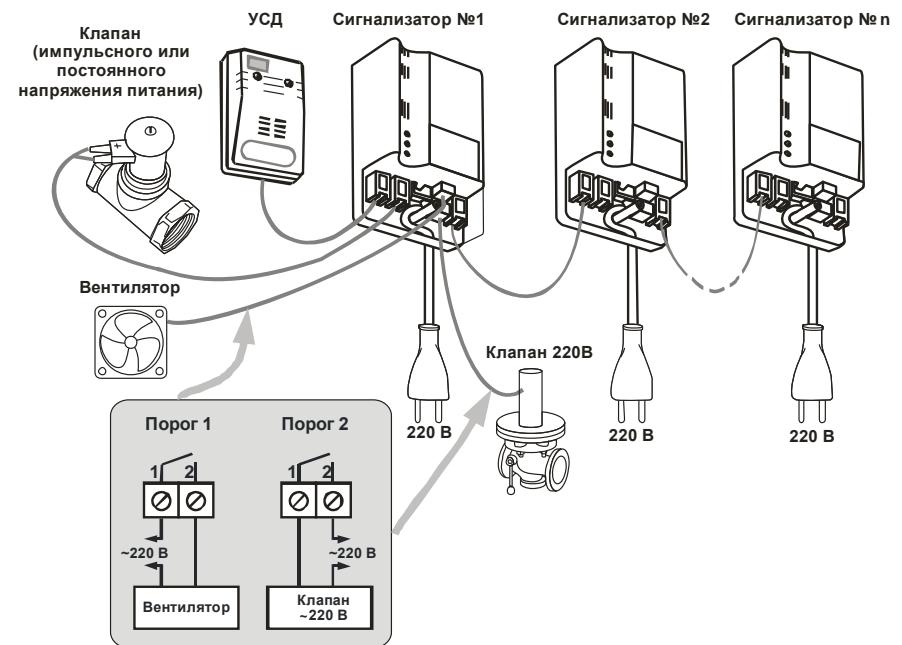

Рисунок 4 – Схема соединения оборудования с Сигнализатором
2.2.6.4. По желанию потребителя можно соединить несколько Сигнализаторов в шлейф (см. рисунок 4), в котором каждый из Сигнализаторов может управлять оборудованием, подключенным к одному из них (№1). Для соединительных кабелей шлейфа использовать провод ЛППВ 4x0,08мм² ТУ16-705.210-81 (или провод ШТПЛ-4 ТУ 16.К71-112-91) и телефонные вилки TP6P4C (RJ11).
ВНИМАНИЕ! Для обеспечения закрытия клапана (и включения иного подсоединенного оборудования) при срабатывании любого сигнализатора шлейфа клапан (и иное оборудование) необходимо присоединять к сигнализатору №1 шлейфа (см. рисунок 4) – т.е к сигнализатору с незадействованной в шлейфе розеткой "УСД". Оборудование, присоединенное к другому сигнализатору, сработает при срабатывании данного сигнализатора и следующих за ним в шлейфе (например, вентилятор, присоединенный к сигнализатору №3, включится при срабатывании третьего, четвертого и т.д. сигнализаторов, но не включиться при срабатывании первого и второго сигнализаторов).